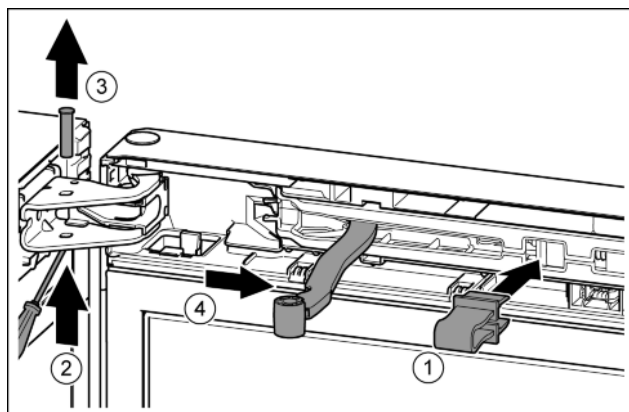

Fig. 13
- ▶ Innestare la protezione nell'apertura. Fig. 13 (1)
- ▶ Con un cacciavite spingere verso l'esterno il perno. Fig. 13 (2)
- ▶ Estrarre il perno verso l'alto. Fig. 13 (3)
- ▶ Ruotare lo snodo in direzione della porta. Fig. 13 (4)